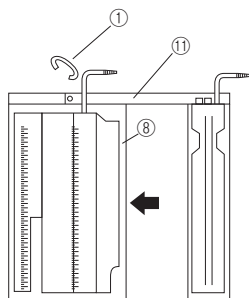

図6
- 1) 新しい排液ボット⑧の水封室に「排液ボットの水封室への注水（第5項）」の手順に従って排液ボット⑧を準備する。
- 2) ハンガー⑪裏側の白いテープを剥がす。
- 3) ハンガー⑪から排液ボット⑧側の吊具①を外し、排液ボット⑧をハンガー⑪にスライドさせて取り外す。（図6）